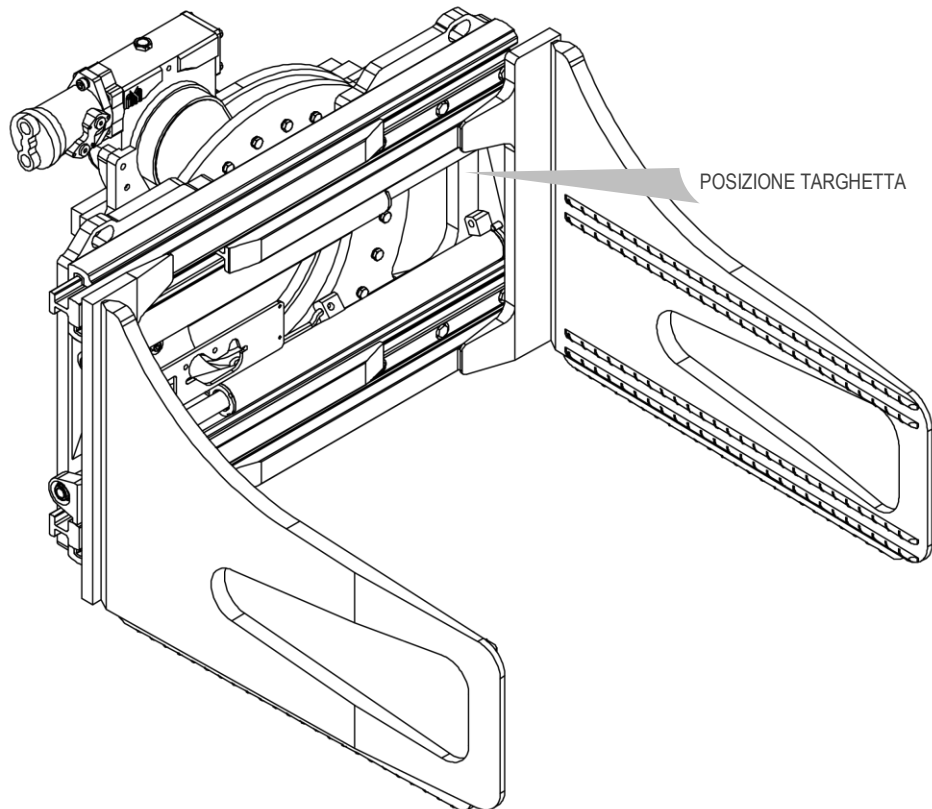

Figura 1
Tutte le attrezzature A.T.I.B. – “PINZA ROTANTE 360° PER BALLE CON GANASCE SOTTILI TIPO 301.474.131” vengono identificate mediante targhetta adesiva (vedi *Tabella 1*) posizionata sull’attrezzatura (la posizione della targhetta identificativa può variare in funzione dell’attrezzatura, vedi *Figura 1*). Fare sempre riferimento al numero di matricola.
5. Per la movimentazione utilizzare cinghie o catene opportunamente dimensionate rispetto al peso dell'attrezzatura indicato in targhetta (vedi *Figura 1* e *Tabella 1* a pag.6).
10. Collegare il circuito idraulico, assicurandosi che la pressione di esercizio delle tubazioni sia superiore o uguale a quella indicata sulla targhetta di identificazione (vedi *Figura 1* e *Tabella 1* a pag.6).
6. Per la movimentazione dovranno essere utilizzate cinghie o catene opportunamente dimensionate rispetto al peso dell'attrezzatura indicato in targhetta (vedi *Figura 1* e *Tabella 1* a pag.6).